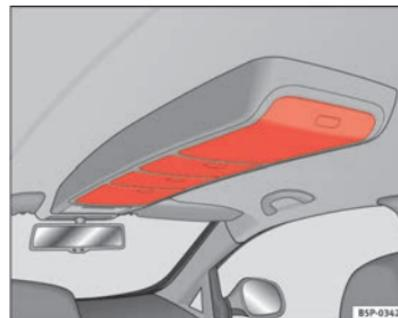

Fig. 104 Porta-objectos no tejadilho
- Para abrir estes compartimentos, pressione sobre o botão da tampa, ⇒ fig. 104. A tampa abre-se automaticamente.